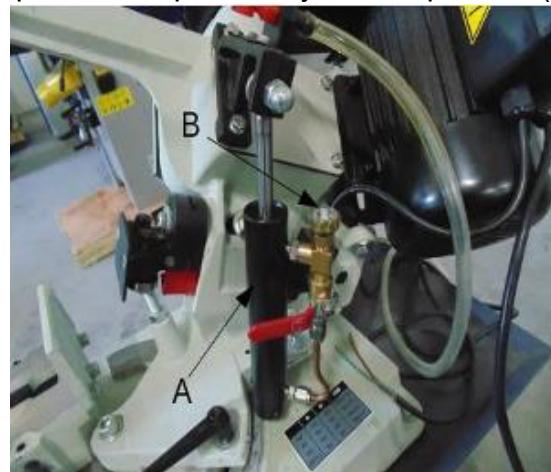

Рис. 13
1. К рычагу пилы прикреплён регулируемый гидравлический цилиндр (A на рис. 13).
2. В верхней части гидравлического цилиндра находится клапан (B на рис. 13). Клапан позволяет регулировать скорость опускания рычага (скорость подачи).